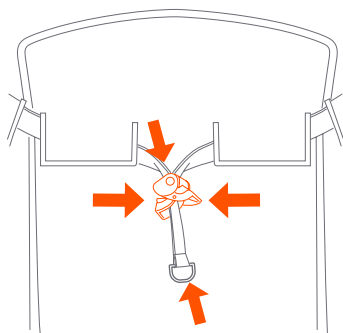

Fig. 6
6) • Para reclinar o assento, pressione ambas as extremidades da fivela e puxe o assento para baixo. Para colocar o assento na posição vertical, pressione ambas as extremidades da fivela e segure e empurre a argola para cima (Fig. 6).